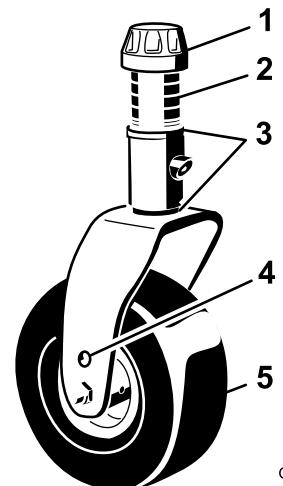

Рисунок 26
1. Поместите оси поворотных колес в одинаковые отверстия во всех вилках поворотных колес (Рисунок 26 и Рисунок 28).
2. Снимите колпачковую гайку с вала шпинделя и извлеките шпиндель из рычага поворотного колеса (Рисунок 26).